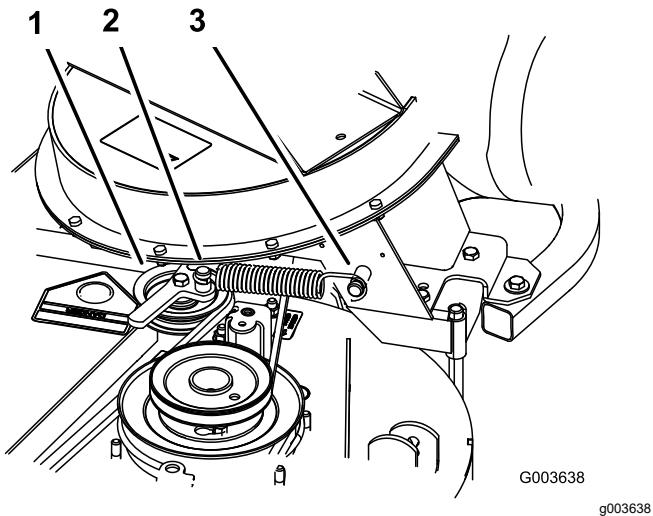

Figura 18
- Installez le ressort comme montré à la Figura 18.